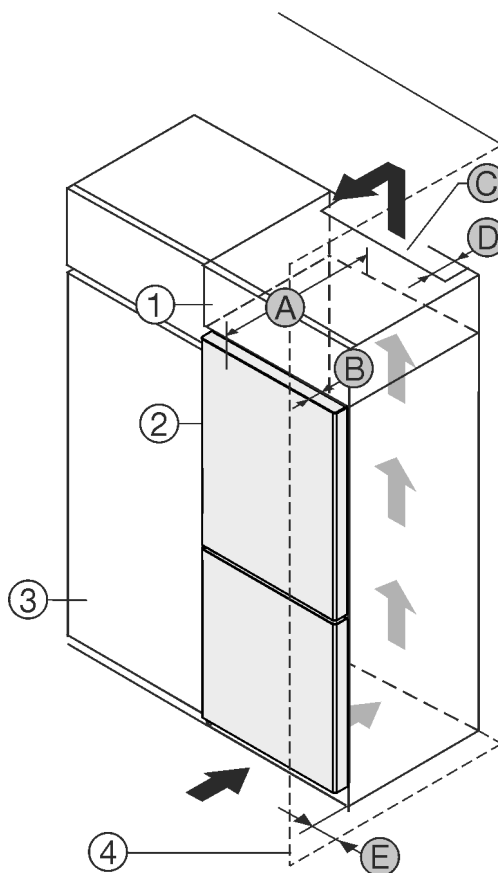

Fig. 1
Te saate seadme vahetult köögikapi Fig. 1 (3) kõrval üles panna.*
Pealiskapi tagaküljel peab olema vähemalt sügavusega Fig. 1 (D) kogu pealiskapi laiune heitõhušaht.*
Ruumi lae all tuleb ventilatsiooniristlõikest Fig. 1 (C) kinni pidada.*
Kui panete seadme šarniiridega seina Fig. 1 (4) kõrvale üles, siis peab olema seadme ja seina vahekaugus vähemalt 13 mm.*
Kui panete seadme šarniiridega seina Fig. 1 (4) kõrvale üles, siis peab olema seadme ja seina vahekaugus vähemalt 20 mm.*
Võimaldamaks ust täielikult avada, peab seade vähemalt ukse sügavuse Fig. 1 (B) võrra köögikapi esiseinast ettepoole ulatuma. Köögikappide Fig. 1 (3) sügavusest ja seina-vahehoidikute kasutamisest sõltuvalt võib seade rohkem välja ulatuda.*